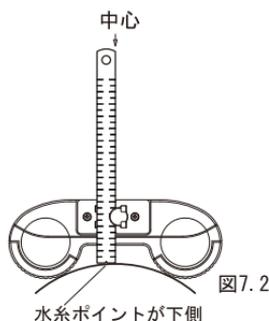

図7.2
- (4) 図7.2の様に、スケールは水糸ポイントを下向きとし、スケールの端面が本体中央に位置する様にします。
- (5) 布設する管上に本器をセットし気泡管により軸芯を出し、管の天頂にスケールを突き立てます。
- (6) スケールの端面に水糸が接する様、管を移動させる事で、通り芯と管底基準高が決まります。
- (7) この時、水糸はスケールの目盛 h の位置に来る事になるので、正しい位置との誤差を目盛のズレで確認する事が出来ます。